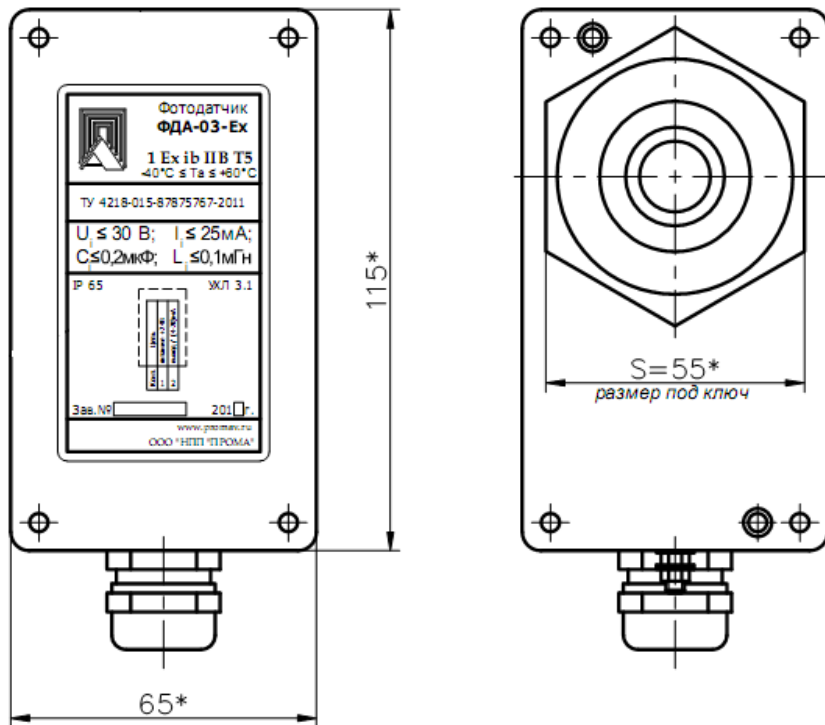

Рис.1 Общий вид прибора ФДА-03-Ех.
Фотодатчик выполнен в моноблочном исполнении в металлическом корпусе. Общий вид фотодатчика представлен на рис.1.
8.1.2. Механическое крепление ФДА-03-Ех на объекте возможно на любой плоскости монтажной накладной гайкой М48х1,5 (S=55) Рис.1 на трубе Ду=40.